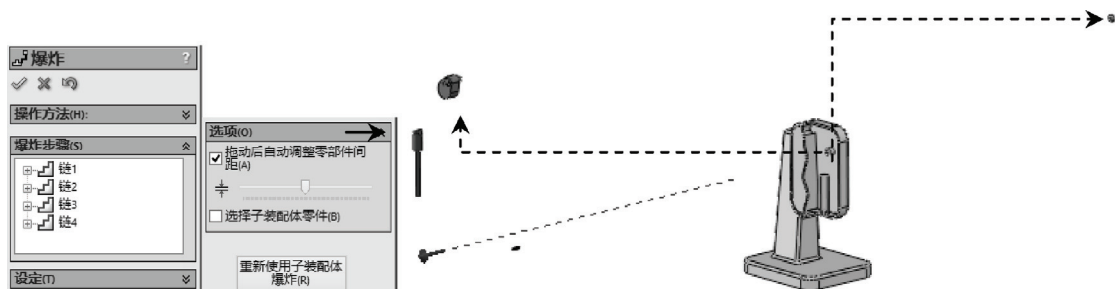

图 8-5 创建爆炸视图操作
STEP 3 单击“装配体”工具栏中的“爆炸视图”按钮，依次拖动除“机座”外的所有零部件，创建爆炸视图，如图 8-5 所示（注意拖动方向，应按照模型正常装配的路径进行拖动，即令零部件路径尽量不要穿透其他实体）。